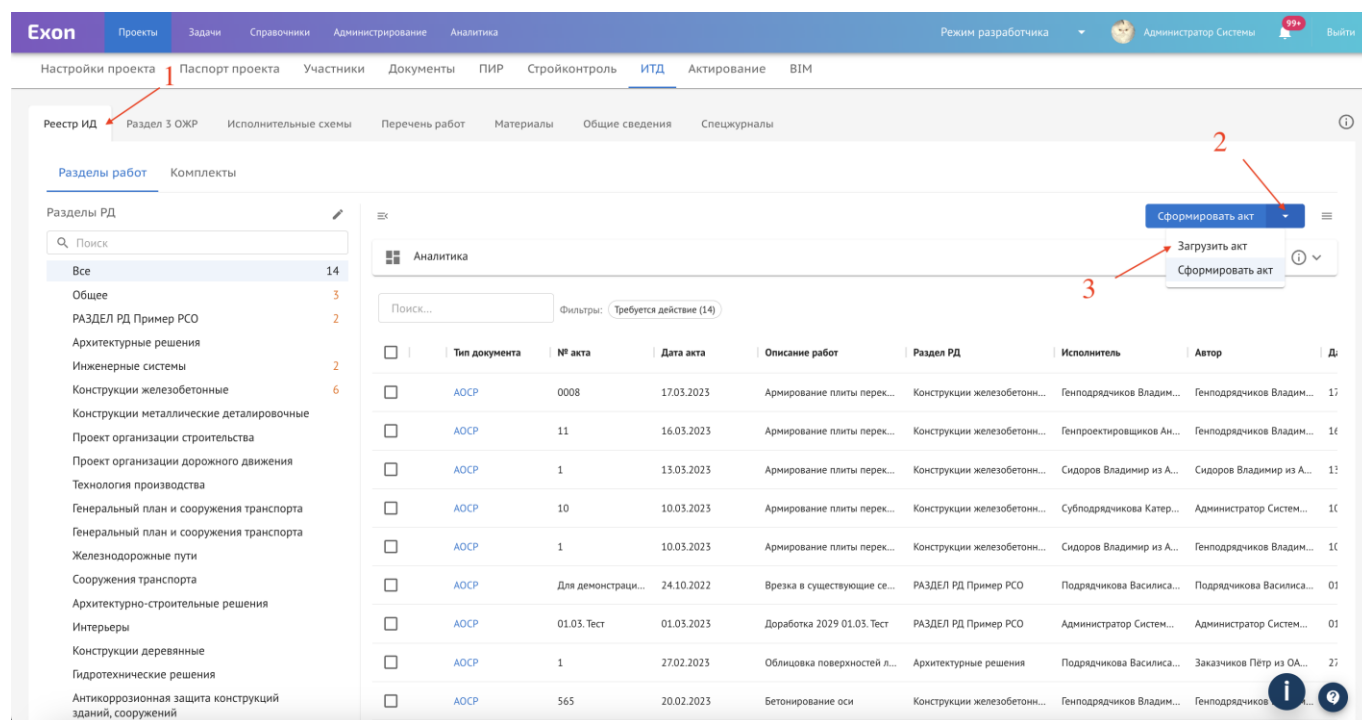

Рис. 61 – Загрузка акта
1. Перейти в Реестр ИД (1), раскрыть выпадающий список (2) и выбрать действие «Загрузить акт» (3) (рис. 61);